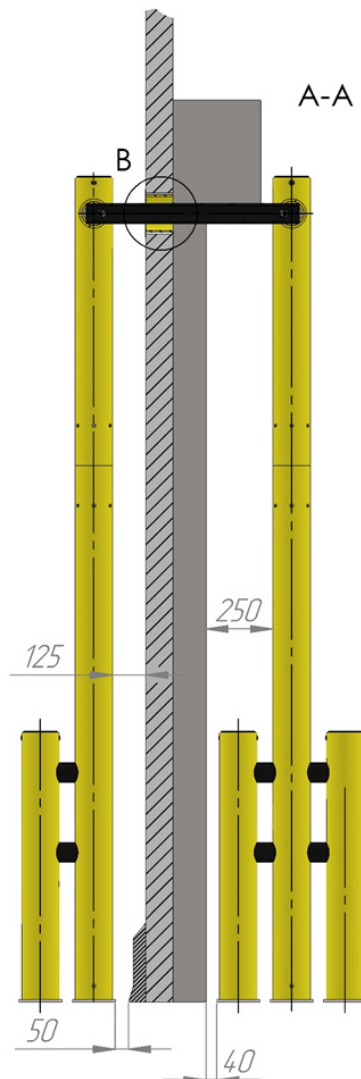

Рисунок 5. Переріз зібраної конструкції бар'єра.
3. Монтувати труби (рис. 1(7)) в отвори в стіні з використанням монтажною піни (вид В на рис. 4 та рис. 5).
- 4.2. Наклеїти на отвори в стіні кільця косметичні (рис. 1(8)) як показано на рис. 5 та рис. 7-б.